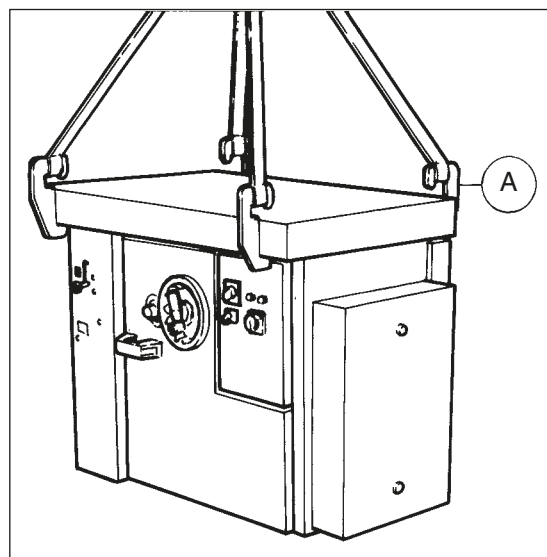

Fig.2
Enlever les flancs de la caisse et passer des élingues de levage (A) en dessous de la table. Vous pouvez également utiliser 4 crochets de levage (A), comme l'indique la figure 2.